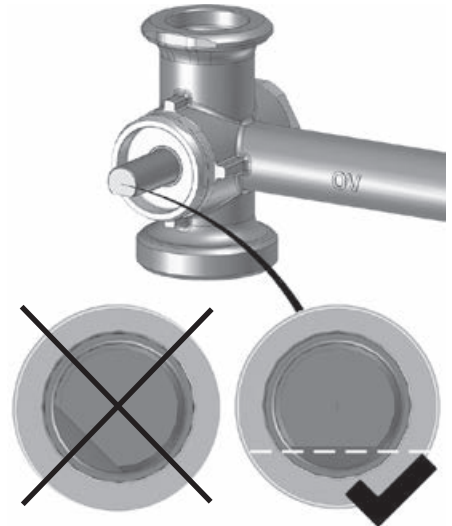

Abb. 22
7. Stellmotor auf Adapter (3) aufsetzen und fest auf das Mischergehäuse aufdrücken, bis er hörbar einrastet. Dabei auch an den Gehäusestegen zur Verdrehungssicherung orientieren (Abbildung 22).